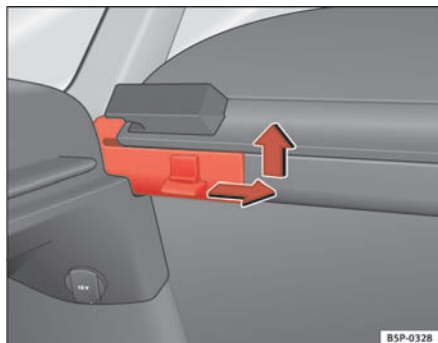

Fig. 125 Afmontering af bagagerumsafdækning
- Tryk tappen på siden i pilens retning, løft afdækningen, og tag den ud ⇒ fig. 125.